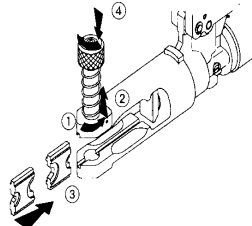

Figure 1
- **Mise en place et retrait des matrices** (figure 1)